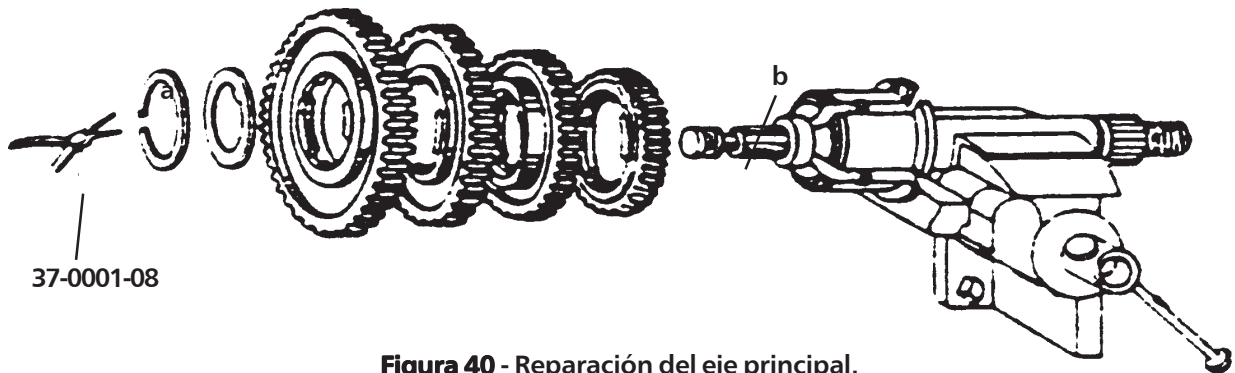

Figura 40 - Reparación del eje principal.
1. Sujete el eje principal cuidadosamente en la prensa como se muestra en la figura 40.